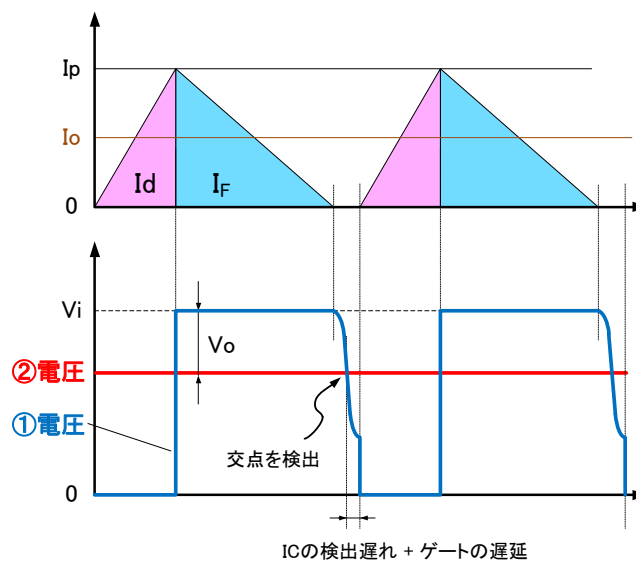

図2 臨界型降圧チョップにおけるMOSFETとダイオードの電流波形およびチョーク両端の電圧波形
MV1001SCは臨界型降圧チョップ方式の制御ICであり、回路構成は図1、MOSFETおよびダイオードに流れる電流波形はそれぞれ図2の $I_d, I_F$ となります。一般的な臨界型降圧チョップ回路は $I_F$ がゼロになってからMOSFETがオンするため、ダイオードのリカバリ電流がほとんどなく、PWM型回路に比べて低損失・低ノイズになります。その一方では、出力電流(LED電流)の変化にともない発振周波数が大きく変化し、調光特性・効率が悪化するのが欠点です。
MV1001SCは、電圧変換された $I_d$ を電流検出端子(CS端子)で検出し、CS基準電圧に達するとMOSFETをオフします(ピーク電流検出)。また、ダイオード電流 $I_F$ がゼロになり $S_{vout}$ 電圧が $S_{vin}$ 電圧を下回ったことを検出(ゼロ電流検出)し、MOSFETをオンさせて臨界制御を行います。チョーク両端の電圧(図2の①と②)を抵抗分圧し $S_{vin}$ 端子・ $S_{vout}$ 端子に入力することで、補助巻線なしで臨界動作を実現できます。さらに、オフ時間変調機能により、調光時の周波数上昇を抑制することができ、深調光時にも安定した効率・調光特性を得ることができます。(P.20 5項【調光特性について】参照)